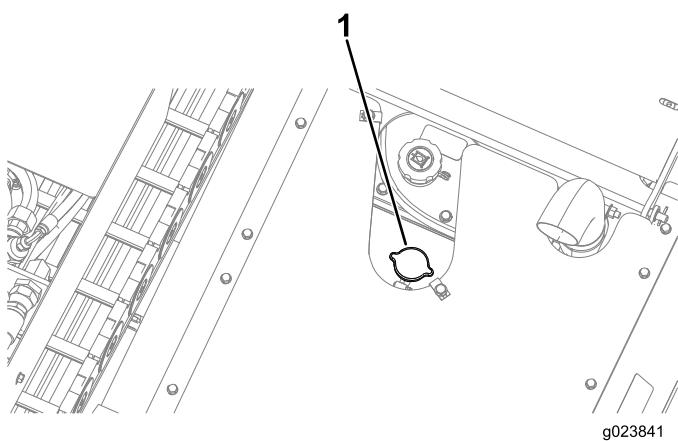

Figura 145
3. Retire el tapón del radiador (Figura 145).
5. Instale el tapón de llenado del radiador, asegurándose de que quede bien cerrado (Figura 145).